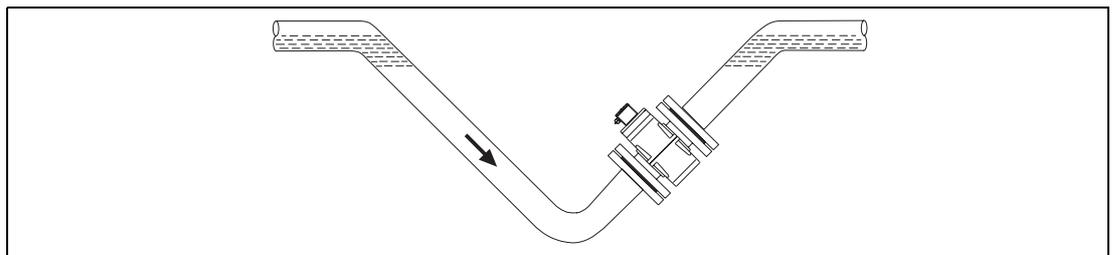

Abb. 8:
- Freier Ein- oder Auslauf, Dükerung vorsehen, damit die Rohrleitung immer gefüllt ist (Abb. 8)